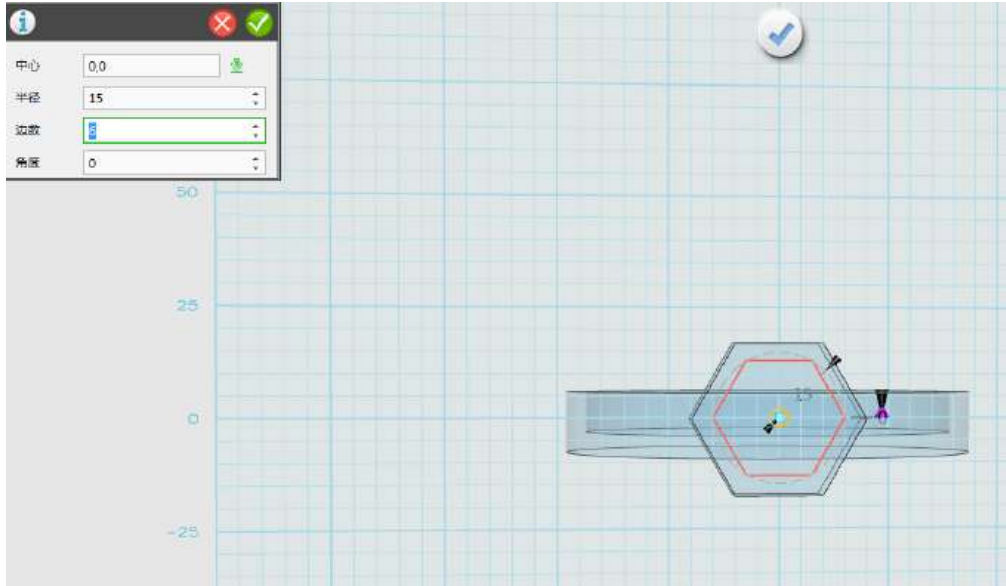

图 1-7
Step 7 再创建一个六边形。在六面体的表面再创建一个六边形，视图模式为前视图。如下图 1-7 所示：